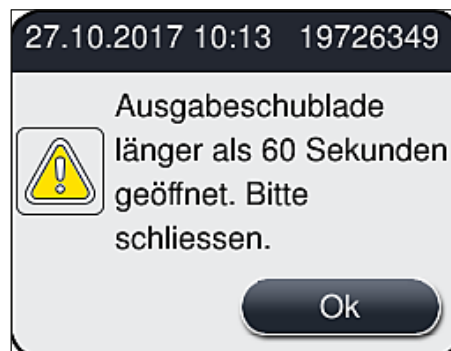

Abb. 77
- Bleibt die Ausgabeschublade länger als 60 Sekunden geöffnet, wird der Benutzer durch eine Meldung (→ Abb. 77) darauf aufmerksam gemacht.